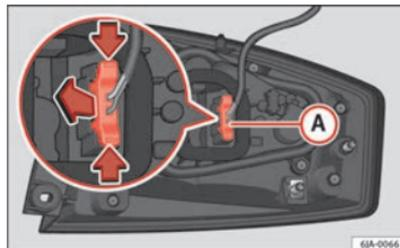

Fig. 163 Conector do farolim na parte posterior da unidade de luz traseira
- Desligue o conector ① ⇒ Fig. 163 do farolim accionando as alavancas laterais do mesmo (setas) e puxando o conector para o exterior.